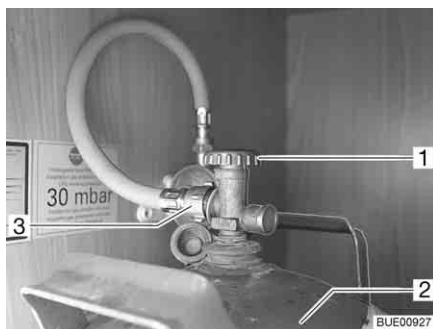

Bild 158 Gasbox
- Stäng huvudavstängningsventilen (Bild 158,1) på gasflaskan (Bild 158,2). Beakta pilriktningen.
- Skruva loss gasslangen (Bild 158,3) från gasflaskan.